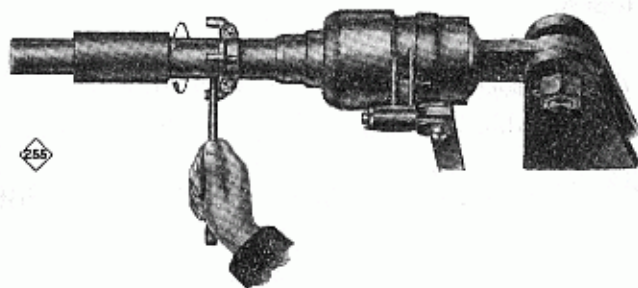

Abb. 19.
Befindet sich der Daumen 70 in der in Abb. 19 gezeigten ausgeklinkten Lage, dann setzt sich die Drehung der Hebel um die Gelenkpunkte der Stange 110 fort, und die Bremskraft wird von der dadurch bedingten höheren Gestängeübersetzung bestimmt: **man erhält Lastabbremmung.**
1. Den Bremsgestängesteller mit Werkzeug bis zur Anfangsstellung ausschrauben (Abb. 19).
Reichen die vorhandenen Klotzspielräume zum Einsetzen der gewünschten Anzahl neuer Klötze nicht aus, so wird das nötige Spiel dadurch geschaffen, dass der Bremsgestängesteller mittels eines geeigneten Werkzeuges auf die in der Abb. 19 gezeigte Weise von Hand ausgeschraubt wird.